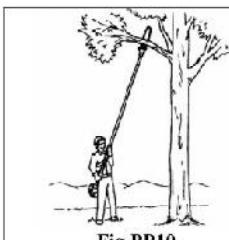

Fig.PP10
5.4- Corte estándar (Fig. PP10)